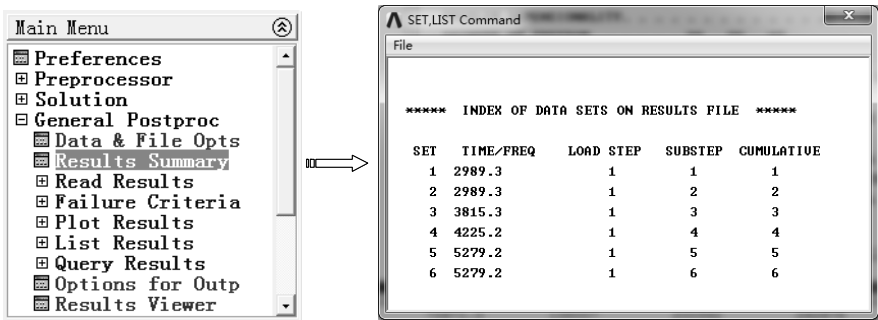

图 7-66 “SET,LIST Command”对话框
1) 选择“Main Menu>General Postproc>Results Summary”命令，弹出“SET,LIST Command”对话框，列表显示模态计算结果，如图 7-66 所示。从图中可见有些频率相同，这是由于轮盘结构是对称的，会出现振型和频率相同而相位不同的情况。